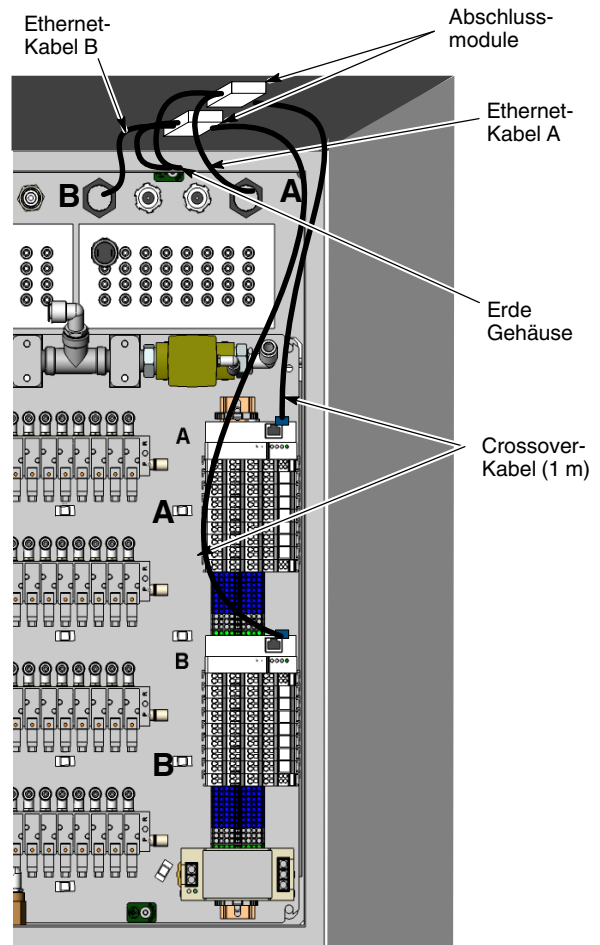

Abb. 14 Ethernet-Kabel-Anschluss im Farbbedienfeld
11. Siehe Abbildung 14. Die Abschlussmodule unter der Oberseite des Gehäuses installieren.